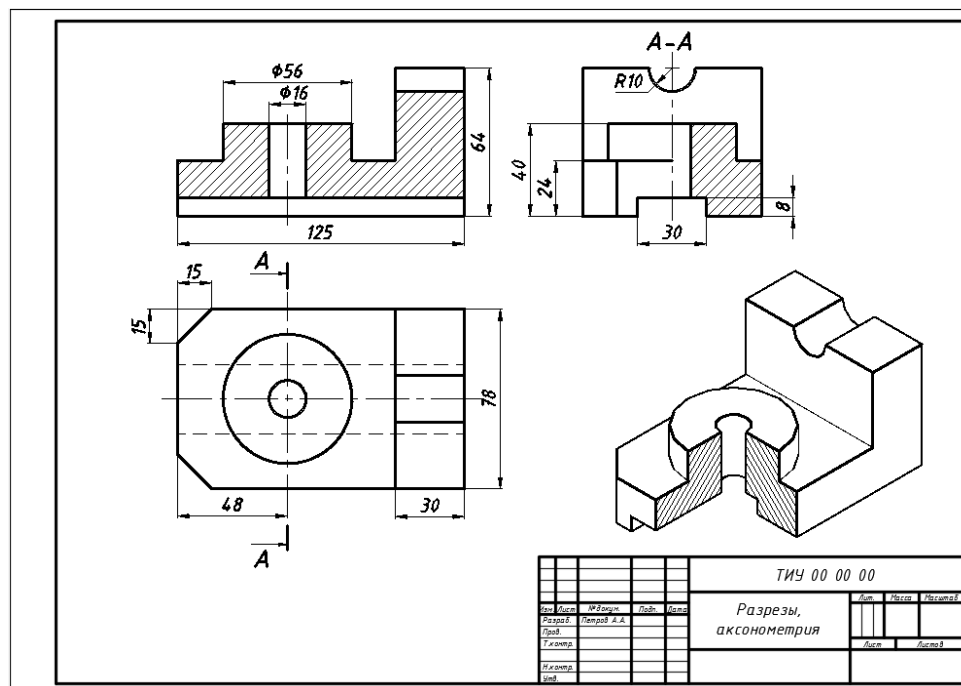

Рис. 6.11
12. Аналогично скомпоновать второй чертеж «Разрезы, аксонометрия» на листе **Разрезы** (рис. 6.11).